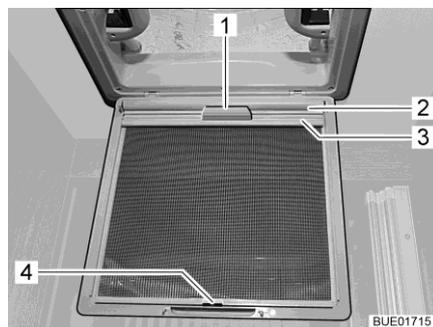

Bild 92 Verdunklungsrollo (Dachhaube)
- Verdunklungsrollo (Bild 92,2) am Griff (Bild 92,1) herausziehen und Halteleiste (Bild 92,3) in den Haken (Bild 92,4) am Insektenschutz einhängen.
- Halteleiste (Bild 92,3) vom Haken (Bild 92,4) lösen und Verdunklungsrollo (Bild 92,2) am Griff (Bild 92,1) langsam zurückführen.